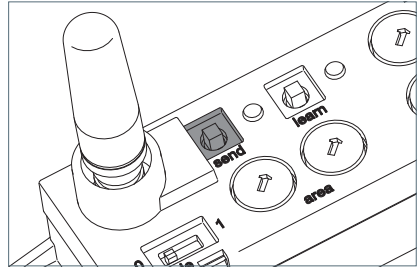

Fig. 25: Tasto "send".
- ▶ Premere il tasto "send", vedi Fig. 25.